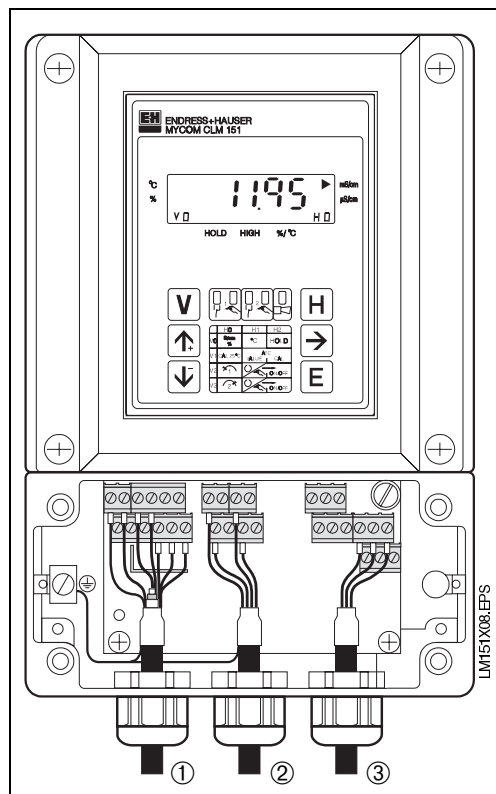

Fig. 4.2. :
- pour le Mycom CLM 151 dans la boîte à bornes séparée (fig. 4.2)
- Introduire les câbles de raccordement dans les PE, voir fig. 4.2.